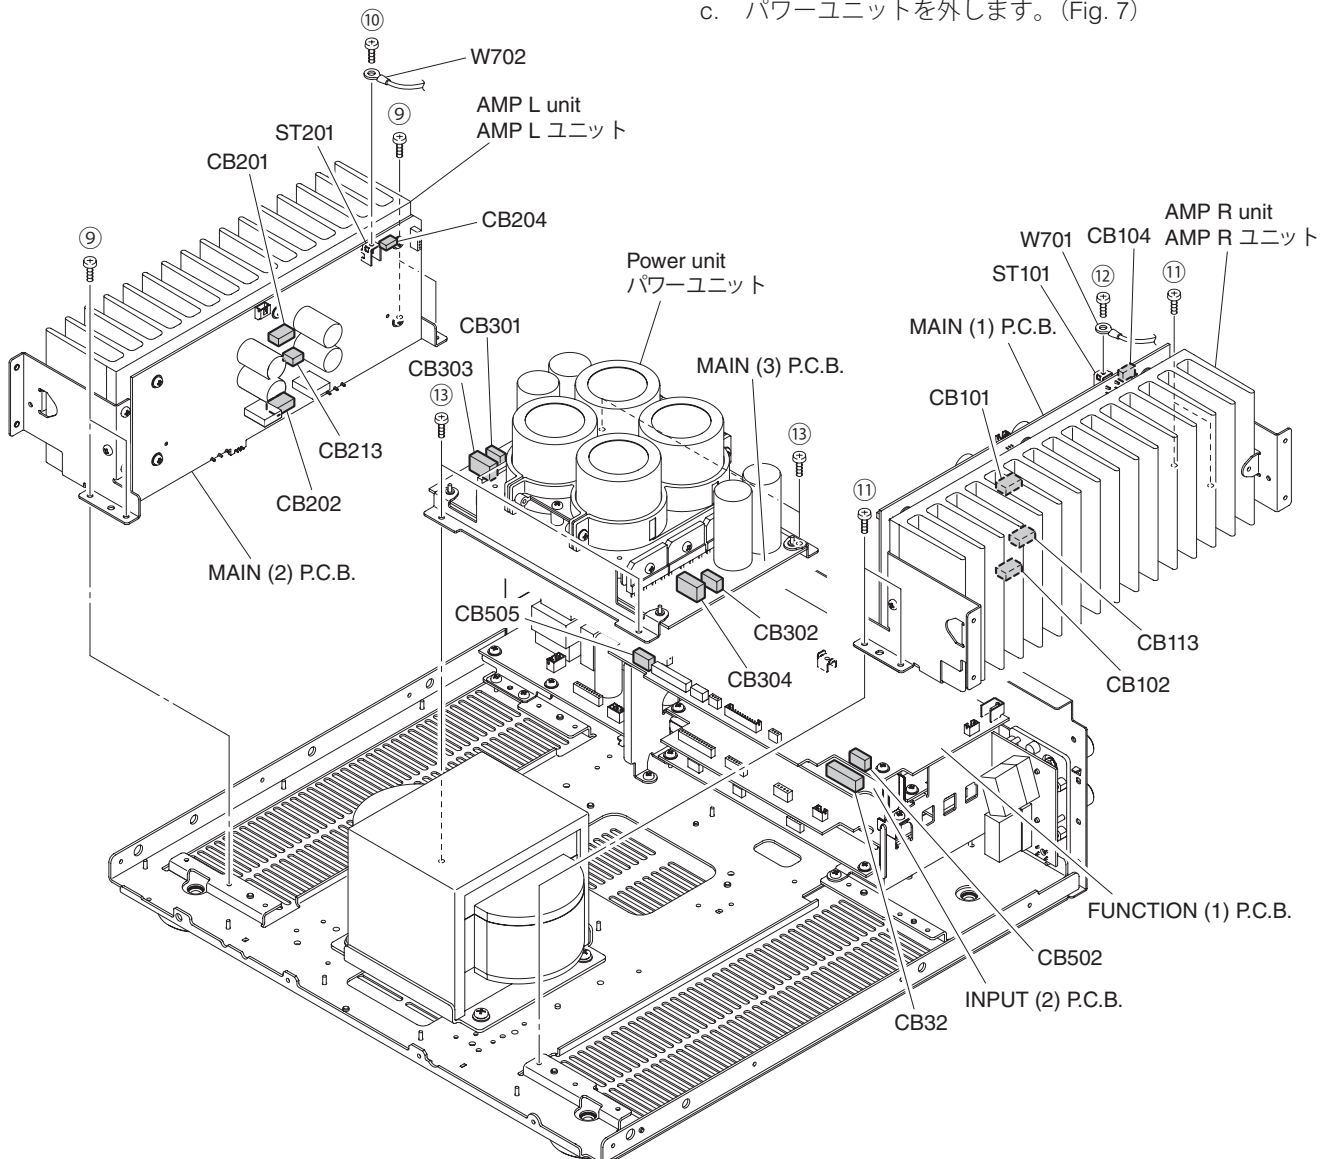

Fig. 7
- Remove 4 screws (⑨). (Fig. 7)
- Remove 1 screw (⑩) and disconnect 1 cable. (Fig. 7)
- Remove CB201, CB202, CB204, CB213 and CB505. (Fig. 7)
- Remove the AMP L unit together with the heatsink. (Fig. 7)
- Remove 4 screws (⑪). (Fig. 7)
- Remove 1 screw (⑫) and disconnect 1 cable. (Fig. 7)
- Remove CB101, CB102, CB104, CB113 and CB502. (Fig. 7)
- Remove the AMP R unit together with the heatsink. (Fig. 7)
- Remove 4 screws (⑬). (Fig. 7)
- Remove CB32 and CB301–CB304. (Fig. 7)
- Remove the power unit. (Fig. 7)
- ⑨ のネジ 4 本を外します。(Fig. 7)
- ⑩ のネジ 1 本を外し、ケーブル 1 本を外します。(Fig. 7)
- CB201、CB202、CB204、CB213、CB505 を外します。(Fig. 7)
- AMP L ユニートをヒートシンクと一緒に外します。(Fig. 7)
- ⑪ のネジ 4 本を外します。(Fig. 7)
- ⑫ のネジ 1 本を外し、ケーブル 1 本を外します。(Fig. 7)
- CB101、CB102、CB104、CB113、CB502 を外します。(Fig. 7)
- AMP R ユニートをヒートシンクと一緒に外します。(Fig. 7)
- ⑬ のネジ 4 本を外します。(Fig. 7)
- CB32、CB301～CB304 を外します。(Fig. 7)
- パワーユニットを外します。(Fig. 7)